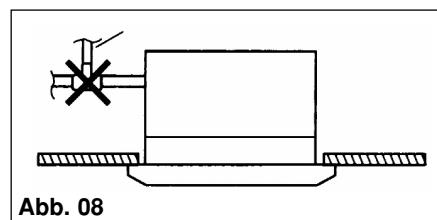

Abb. 08
- Keine Entlüftungsanschlüsse einbauen (Abb. 08).